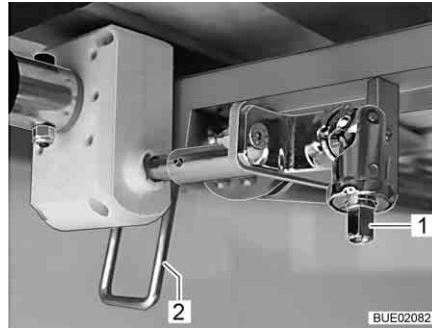

Bild 121 Höhenverstellung
- Kurbel auf Zapfen (Bild 121,1) stecken.
- Hebel (Bild 121,2) in senkrechte Stellung nach unten schwenken.
- Hebel (Bild 121,2) in waagrechte Stellung nach oben schwenken.